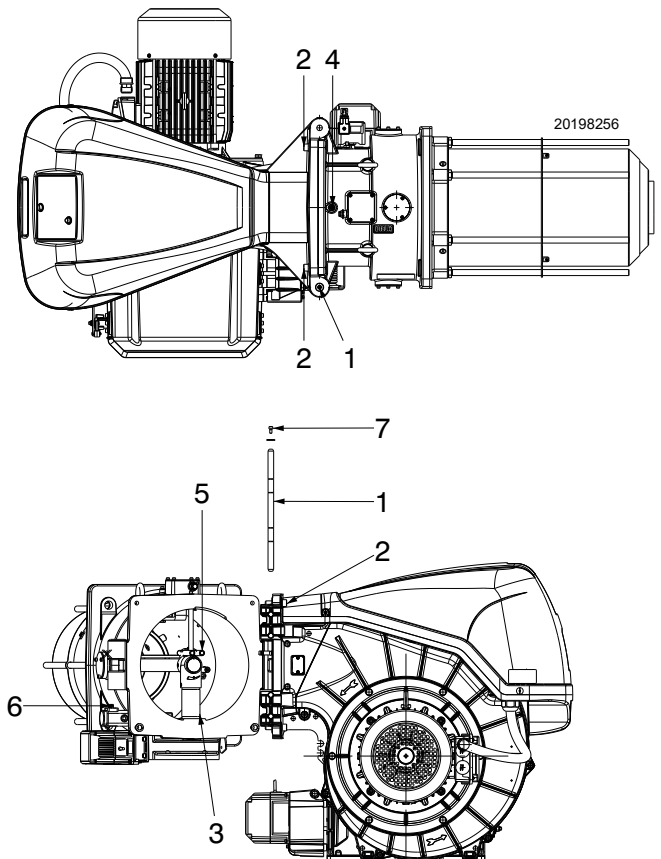

Fig. 16
El quemador sale de fábrica preparado para la apertura hacia la izquierda, manteniendo por tanto el perno 1)(Fig. 16) en su alojamiento.
- A desconectar el conector macho/hembra 6)(Fig. 16) del presostato gas de máxima;
- D abrir el quemador completamente como en Fig. 16;
Para la apertura del quemador por el lado opuesto, antes de quitar el perno 1)(Fig. 16), verificar que los 4 tornillos 2) estén apretados.